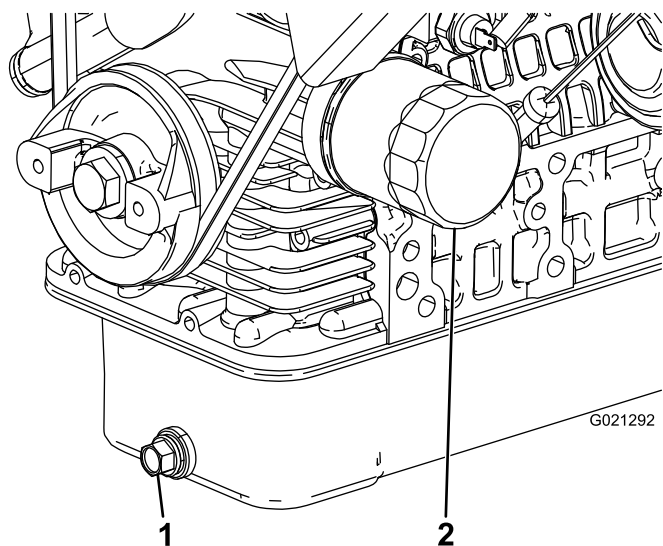

Figura 46
2. Togliete il tappo di spurgo e lasciate defluire l'olio in una bacinella (Figura 46).
4. Togliete il filtro dell'olio (Figura 46).